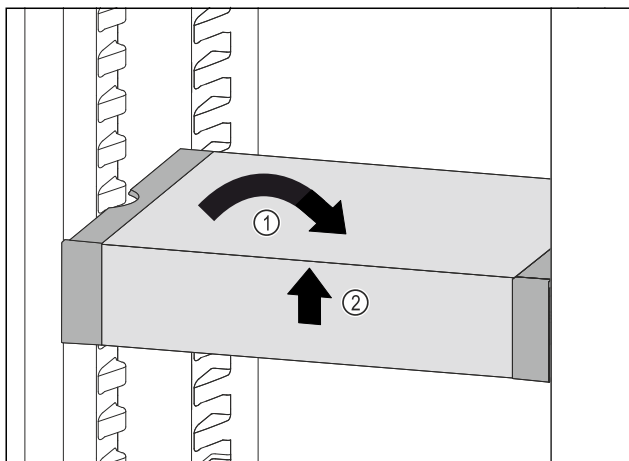

Fig. 55
- ▶ Установите VarioSafe прямо. Fig. 55 (1)
- ▶ Приподнимите VarioSafe спереди. Fig. 55 (2)